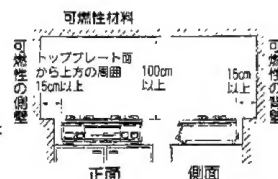
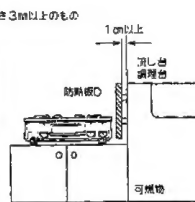

図1
図4
■設置場所の周辺に可燃物(木製の壁・棚など)のある場合 (図1)
■図1の条件を満たせない場合は、防熱板を下図のとおり必ず使用してください。
- 調理台・流し台がトッププレートより高い場合。(図4)
木製など可燃性の壁にステンレス板などを貼り付けている場合でも、伝熱により長年の間に可燃物が炭化し、火災になるおそれがあるので図1～図4の防火措置を行ってください。